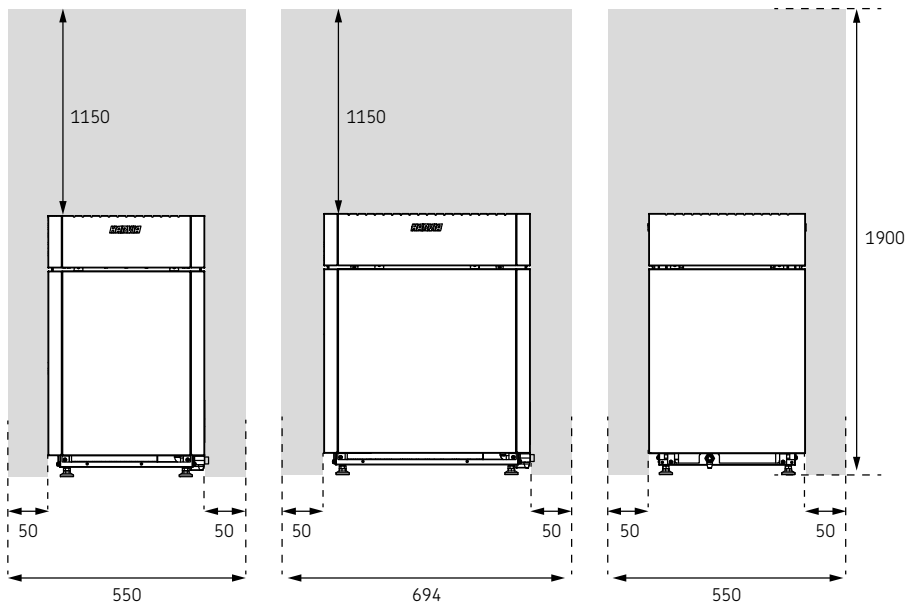

Abbildung 1. Sicherheitsabstände
- Die Mindestschutzabstände zu brennbarem Material sind in Abbildung (Abbildung 1. Sicherheitsabstände) dargestellt.
- Ist um den Saunaofen ein Schutzgeländer angebracht, müssen die in Abbildung (Abbildung 1. Sicherheitsabstände) oder der Betriebsanleitung des Saunaofens angegebenen Sicherheitsabstände eingehalten werden.